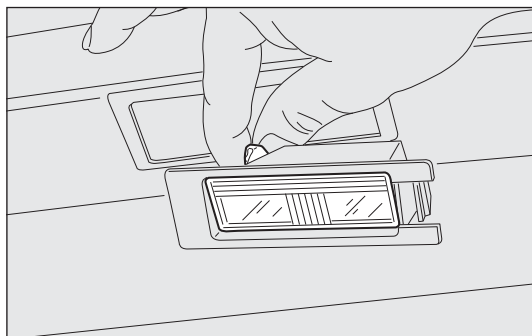

fig. 179
- sostituire la lampada fig. 179 svincolandola dai contatti laterali accertandosi che la nuova lampada risulti correttamente bloccata tra i contatti stessi;